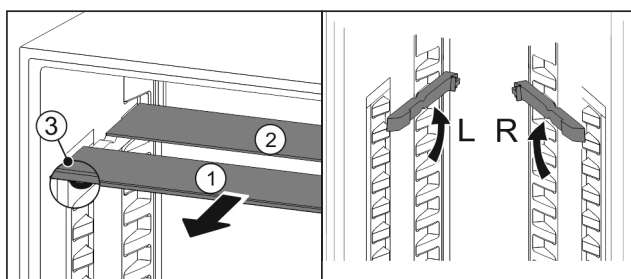

Fig. 153
- ▶ Skleněné desky jednotlivě vytáhněte dopředu Fig. 153 (1).
- ▶ Skleněná deska Fig. 153 (1) s ozdobnou lištou leží vpředu.
- ▶ Zárážky Fig. 153 (3) směřují dolů.